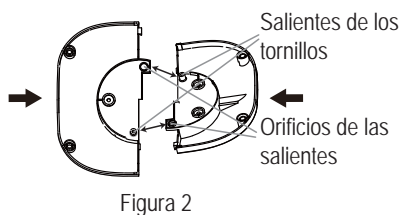

Figura 2
2. Alinee dos salientes de tornillos y orificios de salientes de la parte trasera de las dos mitades de la base como se muestra en la Figura 2.